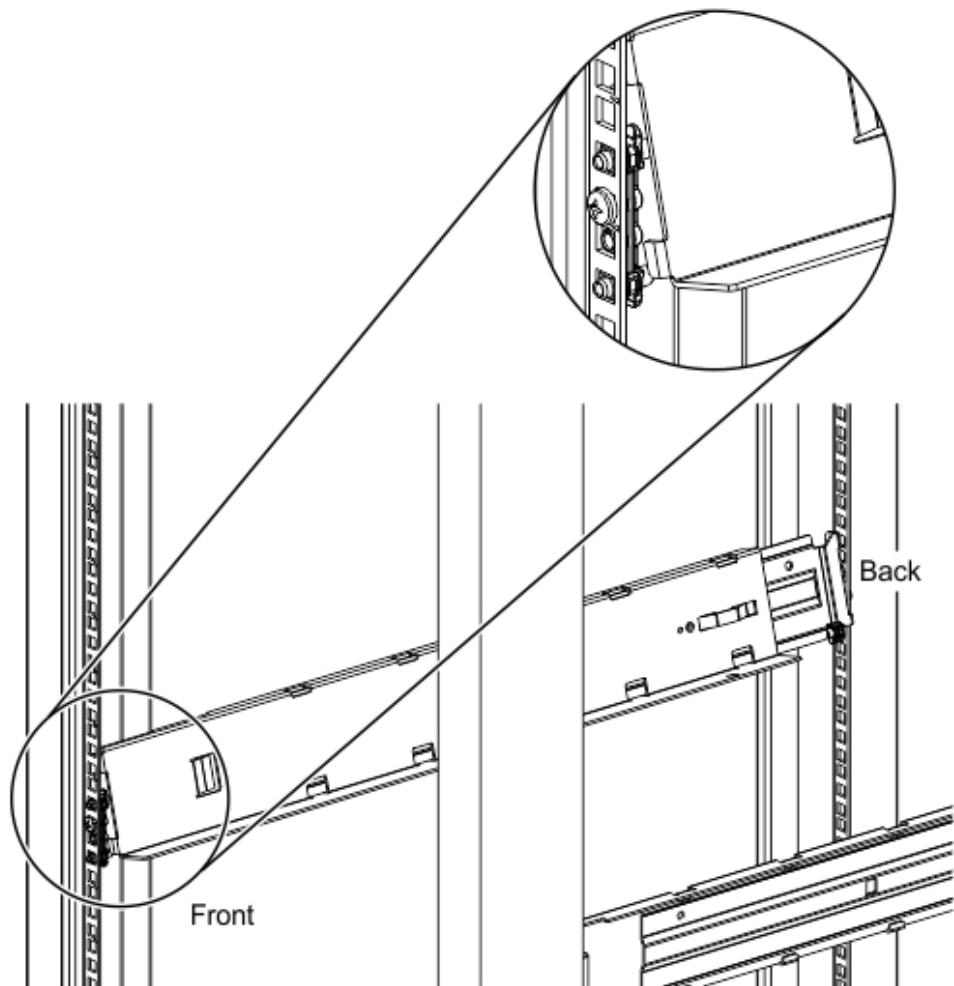

図 1-30 レールのコネクターへのマウント
- d. ラックマウントレールをコネクターにマウントします。図 1-30 を参照。